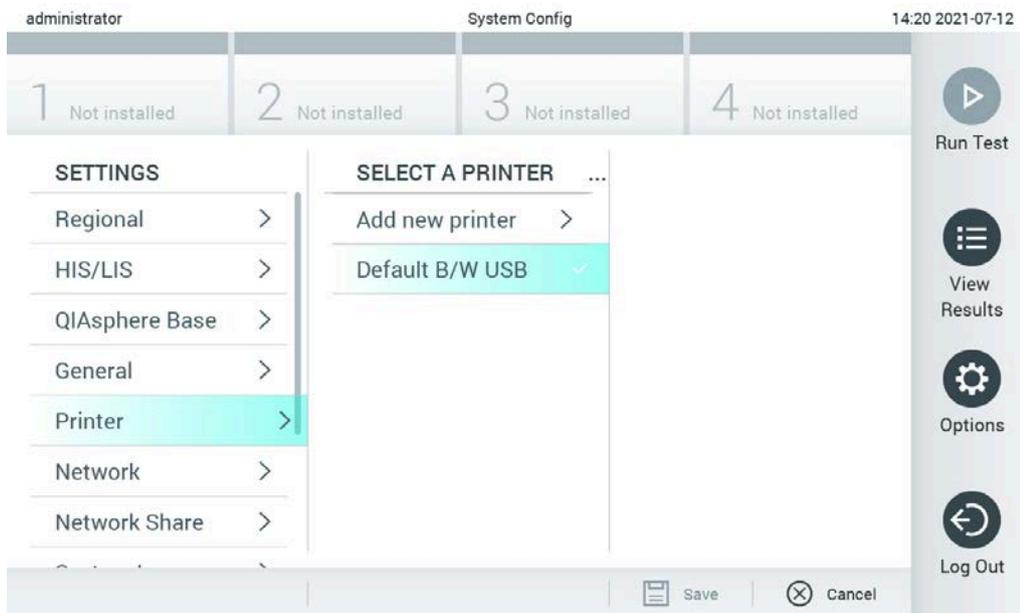

Figura 99. Installazione della stampante con driver predefinito
2. Selezionare la stampante predefinita con nome Default B/W USB (Figura 99)